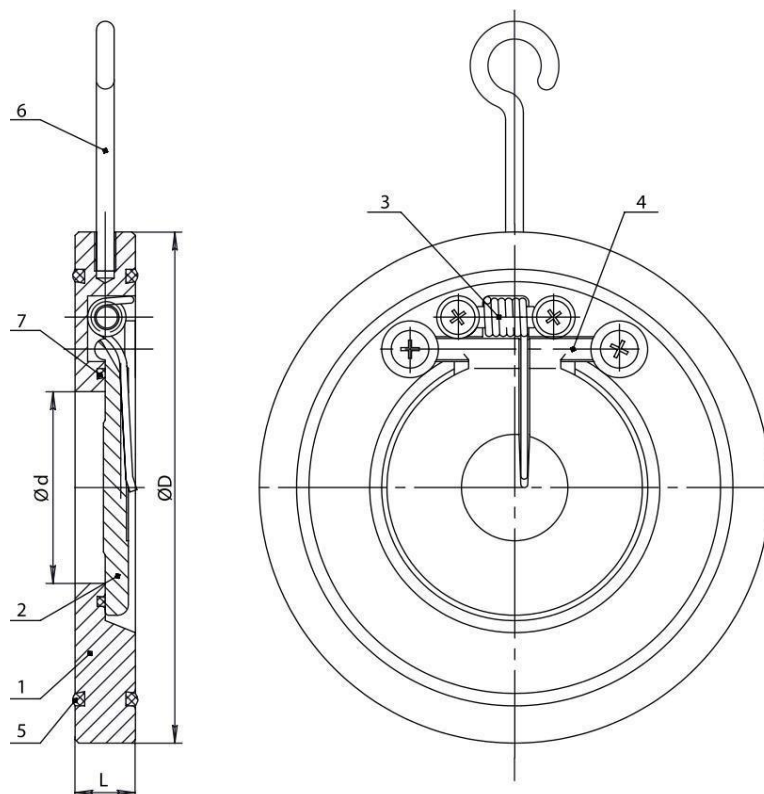

Рисунок 1. Конструкция клапана
1.2.7. Основные размеры и массогабаритные характеристики клапана приведены в табл. 2 и на рис. 1. Допустимое отклонение от указанной массы – 5%.
1.3.1. Основные элементы конструкции клапана приведены в табл.1 и на рис.1. Клапан изготавливается в следующих вариантах исполнения:
1.3.2. Под действием прямого потока рабочей среды диск 2 перемещается по оси вращения 4 и открывает клапан. При отсутствии прямого потока рабочей среды под действием собственного веса и пружины 3 (для клапана с пружиной) диск 2 перекрывает движение обратного потока среды (рис.1).